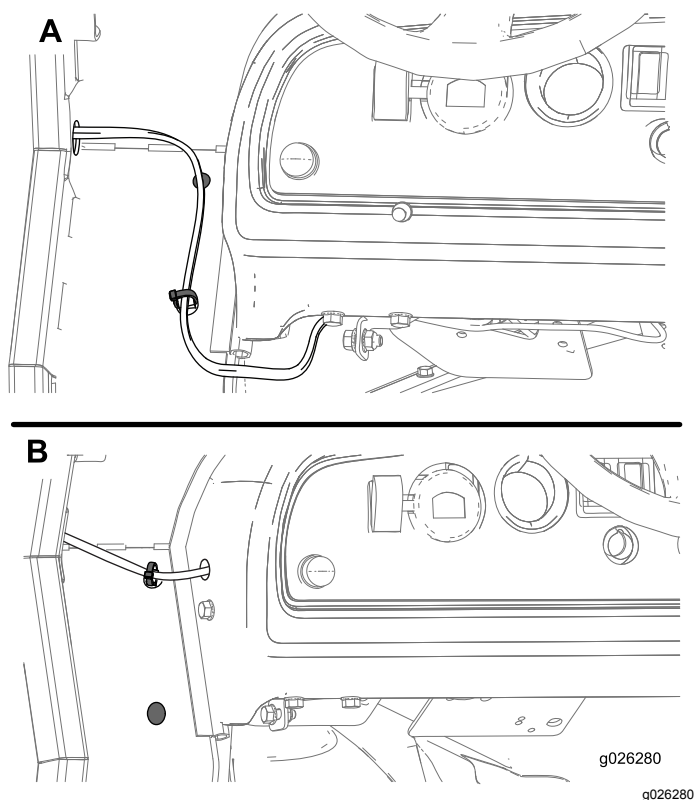

Figura 12
- Disponete il cablaggio preassemblato sotto il quadro di comando (Casella A di Figura 12). Installate la fascetta nel foro inferiore sul pannello laterale e tappate il foro superiore.
- Praticate un foro nella consolle, installate la fascetta nel foro superiore sul pannello laterale e tappate il foro inferiore (Casella B di Figura 12).